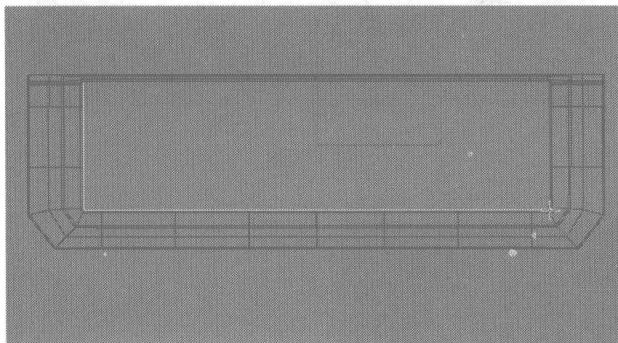
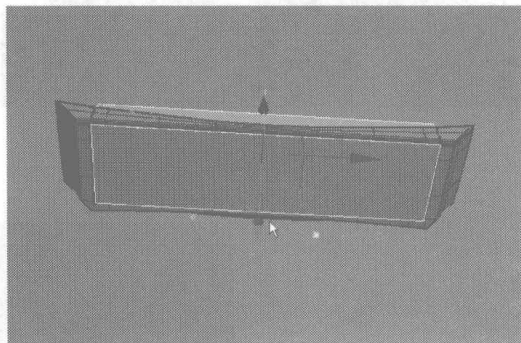

图 4.381
图 4.382
- 40** 在 Create 控制面板中单击 **Box** 按钮, 在如图 4.381 所示 Bottom 视图中的位置建立一个 Box 物体, 然后将其移动到如图 4.382 所示的位置, 单击右键, 在弹出的快捷菜单中选择 Convert to Editable Poly 命令, 将其转换为可编辑的 Polygon 模型。